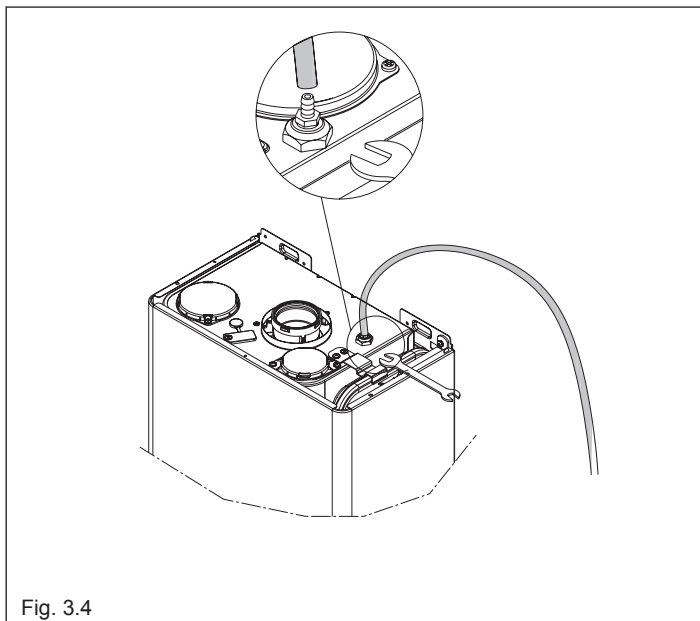

Fig. 3.4
1. Con una llave CH11 abrir la válvula de escape de aire manual posicionada en la caja de aire (fig. 3.4). Es necesario conectar a la válvula el tubo suministrado con la caldera para poder descargar el agua en un recipiente externo.